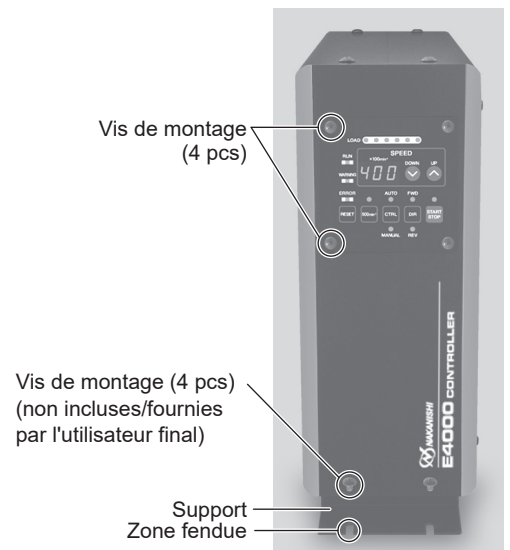

Fig. 13 Panneau de commande en position verticale.
- ③ **Fixez le BOÎTIER DE CONTRÔLE (encoches de la bride) à la machine en utilisant les vis de montage (8 pcs. non incluses/fournies par l'utilisateur final). (Fig. 13).**
- ④ Si le "montage sur le côté" du BOÎTIER DE CONTRÔLE est requis.